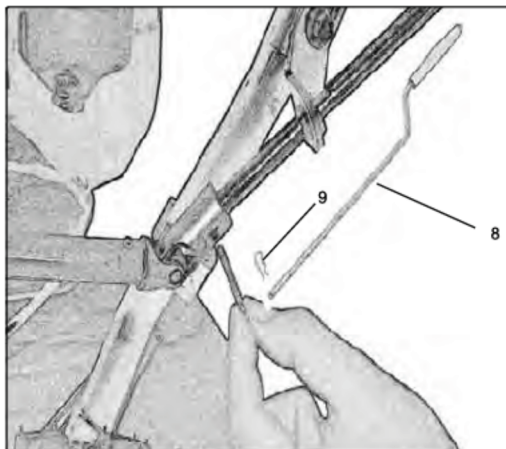

Рис. 4
- Установите рукоятку вращения желоба (Рис. 4 поз.8) через отверстие в кронштейне через карданное соединение и закрепите шплинтом (рис. 4 поз. 9).